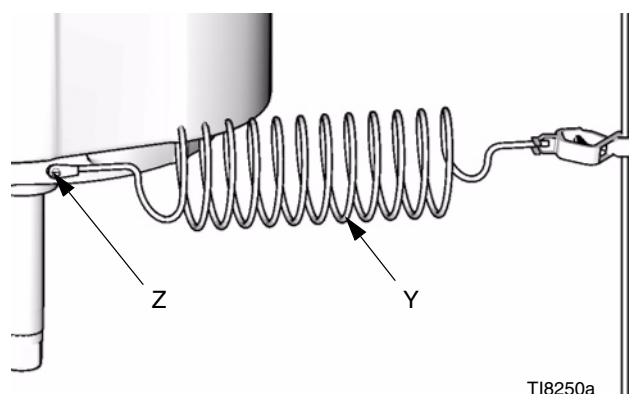

FIG. 1
Bomba: Utilice un tornillo de conexión a tierra (Z) y la arandela de seguridad del motor para fijar un cable 244524 de conexión a tierra (Y). Apriete el tornillo firmemente. Conecte el otro extremo del cable de conexión a tierra a una tierra verdadera. Vea FIG. 1.